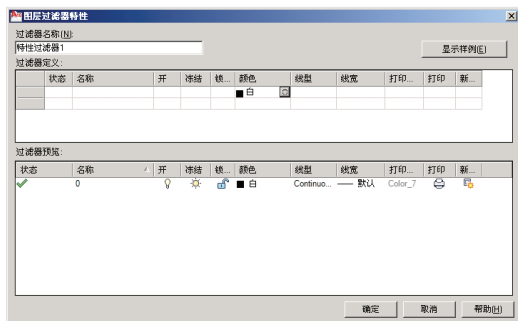

图 1-74 “图层过滤器特性”对话框
① 新特性过滤器：单击该按钮后，弹出如图 1-74 所示的“图层过滤器特性”对话框。
在该对话框中，可以根据过滤器的定义来选择筛选结果。如图 1-74 显示了颜色为“白”色的图层。